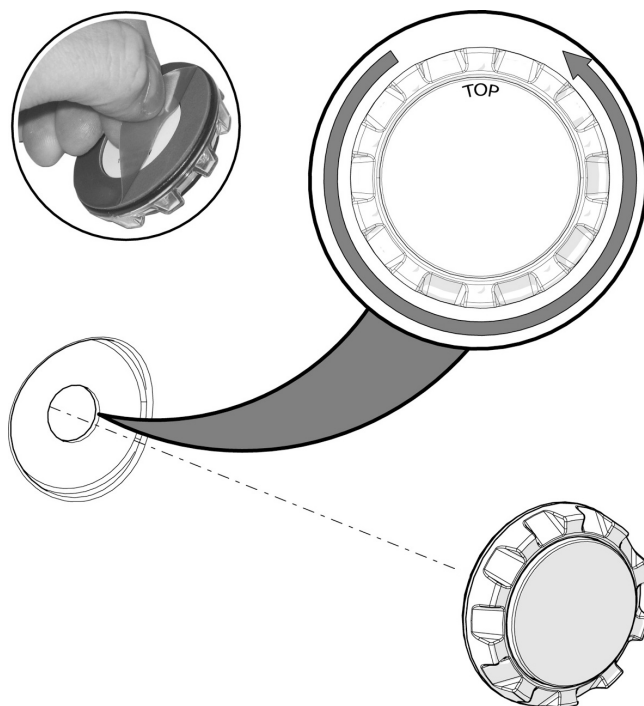

Abbildung 134. Schutzpapier entfernen und die Blinkleuchte so drehen, dass die Aufschrift „TOP“ oben steht.
2. Beleuchtung/Blinker drehen, bis der Text "TOP" nach oben zeigt, und dann die Blinker an der Abdeckung des Antriebspakets platzieren. Drücken Sie es an die Abdeckung, bis das doppelseitige Klebeband an der Abdeckung haften bleibt. Siehe Abbildung. 134.
2. Beleuchtung/Blinker drehen bis der Text "TOP" nach oben zeigt und dann den Blinker platzieren. Drücken Sie es an die Abdeckung, bis das doppelseitige Klebeband an der Abdeckung haften bleibt. Siehe Abbildung 134.